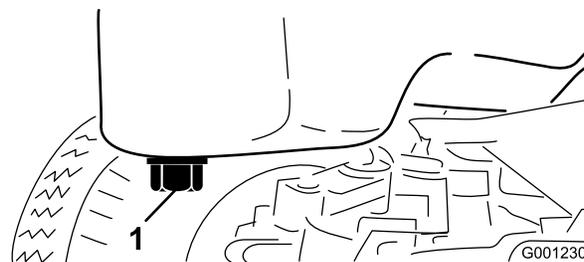

Bild 52
3. Stellen Sie eine Ablaufwanne unter die Ölwanne und richten Sie sie mit der Ablassschraube aus (Bild 52).